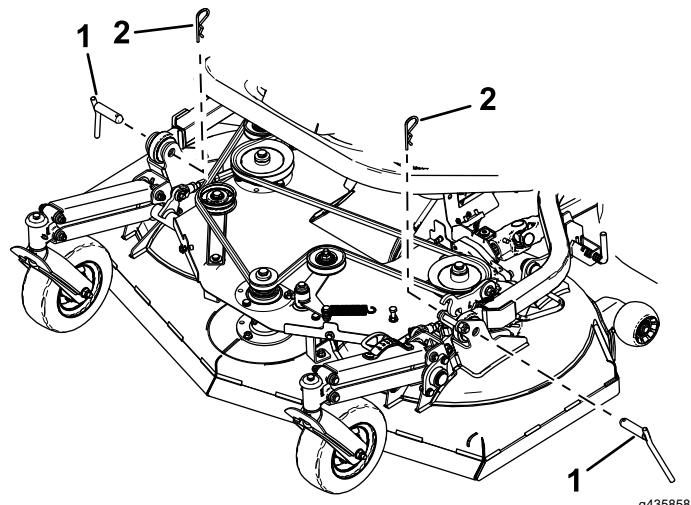

Figura 93
10. Retire los 2 pasadores de chaveta y los 2 pasadores de horquilla que fijan los brazos de elevación a cada lado de la unidad de corte (Figura 93).
5. Instale el pasador de chaveta y el pasador de horquilla que fijan los brazos de elevación a cada lado; consulte la Figura 93.